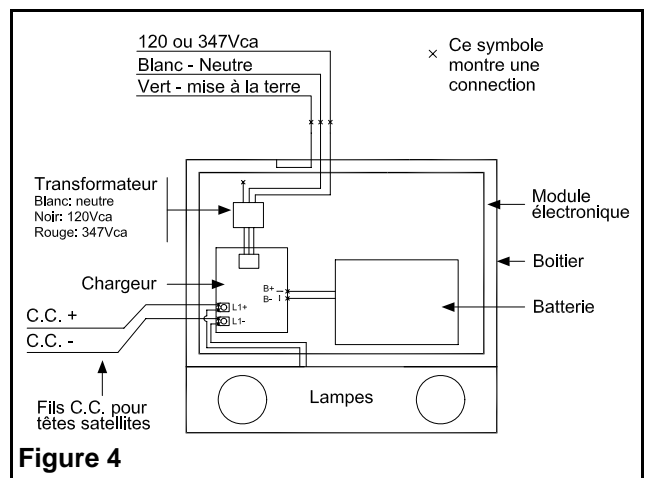

Figure 4
- a. Retirer le couvercle de l'unité (3). Débrancher les lampes des terminaux (voir Fig 4) et enlever les vis du module électronique (8) et retirer le module électronique (3).
**Modèles auto-diagnostique (se référer à la figure 4):**